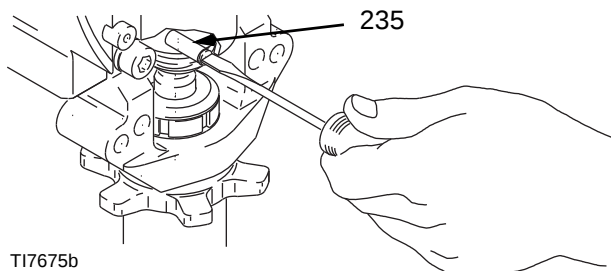

FIG. 16
5. FIG. 16. Utilize uma chave de parafusos: empurre a mola retentora para cima e o pino (235) para fora.
2. FIG. 16. Empurre o pino (235) em direcção ao orifício. Empurre a mola retentora para a ranhura, à volta da biela.